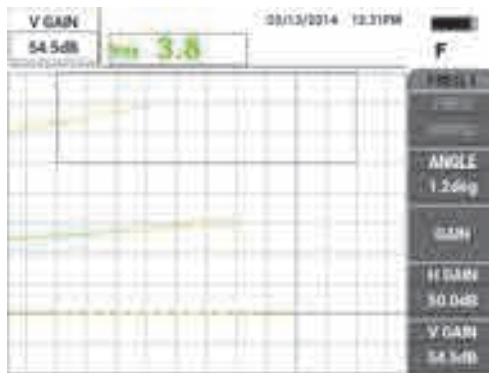

Рис. 5-80 Настройка вертикального усиления
10. Нажмите клавишу GAIN (**dB**) три раза для доступа к параметру **В УСИЛ**; увеличьте вертикальное усиление так, чтобы верхний сигнал достиг 90 % высоты экрана (см. Рис. 5-80 на стр. 189).